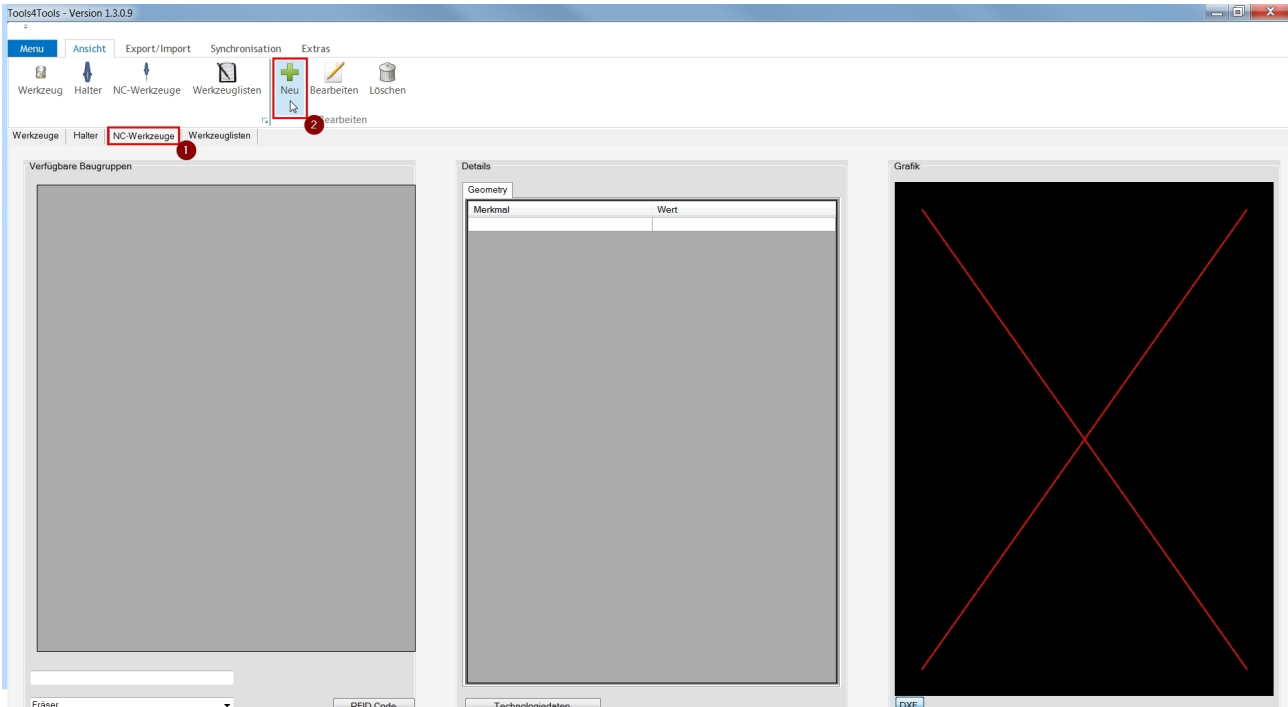

Abbildung 03
Wechseln Sie nun auf die Ansicht „NC-Werkzeuge“(1). Hier können Sie nun über die Schaltfläche „Neu“(2) eine Baugruppe anlegen. (Alternativ mit dem shortcut **Strg + N**) (Abbildung 03).